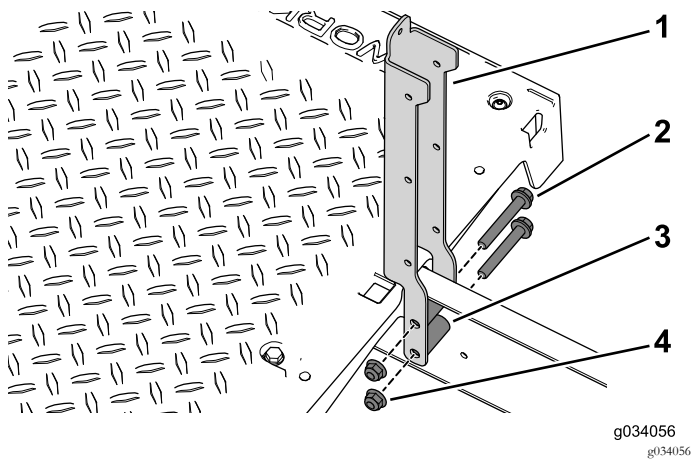

Bild 93
2. Befestigen Sie die linken und rechten Sitzstützen mit den vier Bundbolzen ($\frac{3}{8}$ " x $2\frac{1}{2}$ "), Distanzstücken und Bundmuttern an der Maschine (Bild 93).